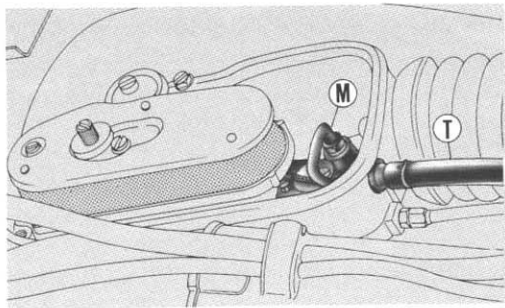
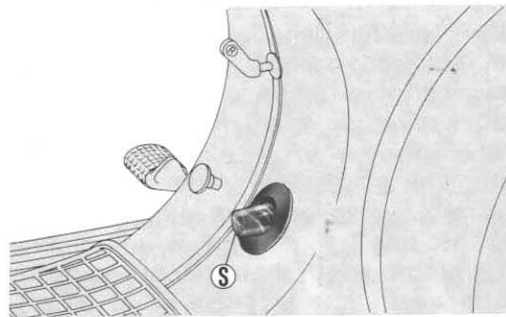

Fig. 28
Fig. 29
*Take care that the oil inlet pipe (« T » fig. 28) from oil tank to the device (« LS ») is completely full; if air bubbles are present, take off the pipe « T » from the device « LS », flow down some oil so that the above bubbles are eliminated, then reconnect the pipe.*
*S'assurer que le tube d'adduction d'huile (« T » fig. 28) du réservoir au dispositif « LS » soit complètement plein d'huile; dans le cas où il y ait des bulles d'air, ôter le tube du moteur faire sortir un peu d'huile jusqu'à leur élimination et raccorder le tube même.*
*Asegurarse de que el tubo aceite (« T » fig. 28) desde el tanque al dispositivo « LS » esté completamente lleno de aceite, si se llegaran a notar burbujas de aire, desconectar el tubo « T » del dispositivo « LS », hacer salir un poco de aceite hasta eliminarlas y reconectar el tubo.*
The petrol (gasoline) is conveyed to the carburettor by means of the normal gravity system; the oil is conveyed in the suction pipe by means of a « LS » device (« M », fig. 28) composed of a piston pump with variable stroke, controlled by the crankshaft through a gear transmission.
The oil tank is provided with a transparent cup (« S », fig. 29) normally full of oil, for checking air bubbles that will appear when oil lowers to reserve value (lt. 0.45; 0.12 U. S. gals; 0.099 imp. gals).
L'essence est envoyée au carburateur avec le système normal « à gravité »; l'huile est envoyée dans le tube d'aspiration à l'aide d'un dispositif « LS » (« M », fig. 28), constitué d'une pompe à piston, à course variable, commandée par l'arbre moteur au moyen d'une transmission à pignons.
Le réservoir de l'huile est équipé avec un voyant (« S », fig. 29) en matériel transparent (normalement plein d'huile) qui permet d'observer la formation d'une bulle d'air, lorsque le niveau du réservoir baisse à leur de réserve (0,45 lt.).
La gasolina llega al carburador con el sistema normal « por gravedad », el aceite es enviado en el conducto de aspiración mediante un dispositivo « LS » (« M » fig. 28); constituido por una bomba de pistón, de carrera variable, mandada por el cigüeñal mediante una transmisión de engranajes. El tanque del aceite está equipado con un indicador (« S », Fig. 29) de material transparente (generalmente lleno de aceite) che permite observar la formación de una burbuja de aire cuando el nivel del tanque baja al valor de reserva (0,45 lt.).